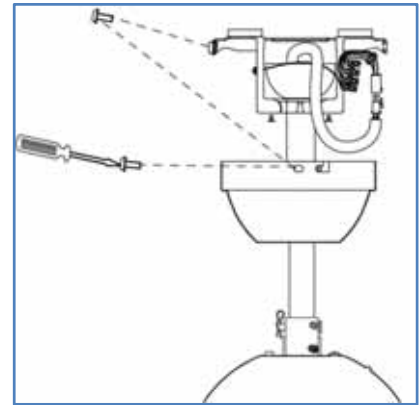

Fig. 9
- Cover the mounting bracket with the canopy. Ensure all electrical wiring is tucked inside the canopy and that they are not damaged during this step. Secure the canopy to the hanger bracket using the screws provided. Fig.9
- Decken Sie die Halterung mit der Abdeckung ab. Die Verkabelung befindet sich nun unter der Abdeckung und Sie sollten darauf achten, dass diese in diesem Schritt nicht beschädigt wird. Sichern Sie die Abdeckung an der Halterung der Deckenstange mittels der mitgelieferten Schrauben. Abb.9